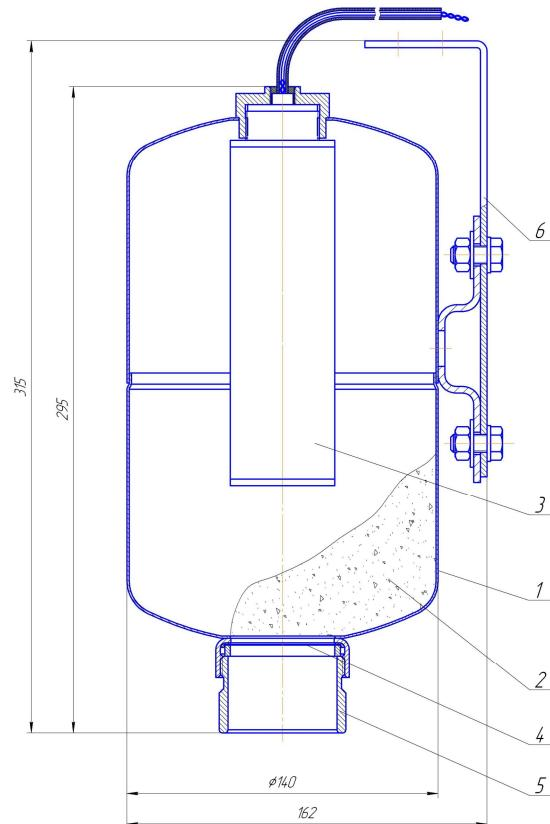

Рис. 2
3.1.1 МПП (рис. 2) состоит из корпуса 1, в котором размещаются огнетушащий порошок (ОП) 2 и газогенерирующий элемент (ГГЭ) 3 с электроактиватором. В нижней части корпуса, выходное отверстие которого перекрыто мембранный 4, находится насадок-распылитель 5. Соединительные провода электроактиватора ГГЭ 3 выведены через герметичный узел в корпусе МПП. На боковой части МПП расположен специальный кронштейн 6 для крепления к потолочному перекрытию или для крепления к стене с возможностью размещения модуля под углом в пространстве.